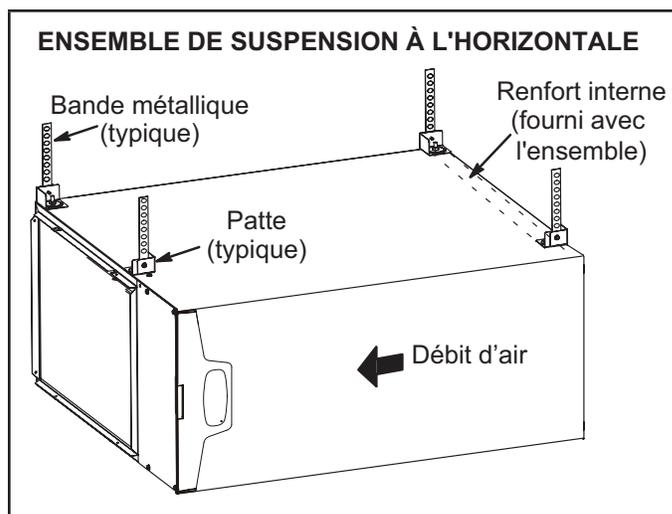
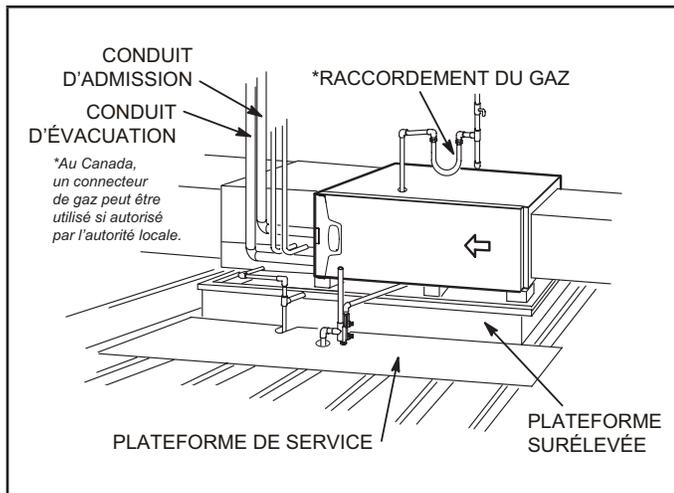

Figure 18
Figure 19
Ce générateur d'air chaud peut être installé dans un comble ou un vide sanitaire. Suspendez-le aux chevrons du toit ou aux solives du plancher comme illustré à la Figure 18 ou montez-le sur une plate-forme comme illustré à la Figure 19. Un ensemble de suspension à l'horizontale (51W10) peut être commandé auprès de Lennox ou remplacé pour un dispositif équivalent.
- 2 - Construisez une plateforme surélevée en bois et recouvrez-la d'un panneau de contreplaqué. Si l'unité est installée au-dessus d'un espace fini, installez un bac de drainage auxiliaire sous l'unité. Installez l'unité dans le bac comme illustré à la Figure 19. Prévoyez un dégagement de 8 po en dessous de l'appareil pour le purgeur de condensat.